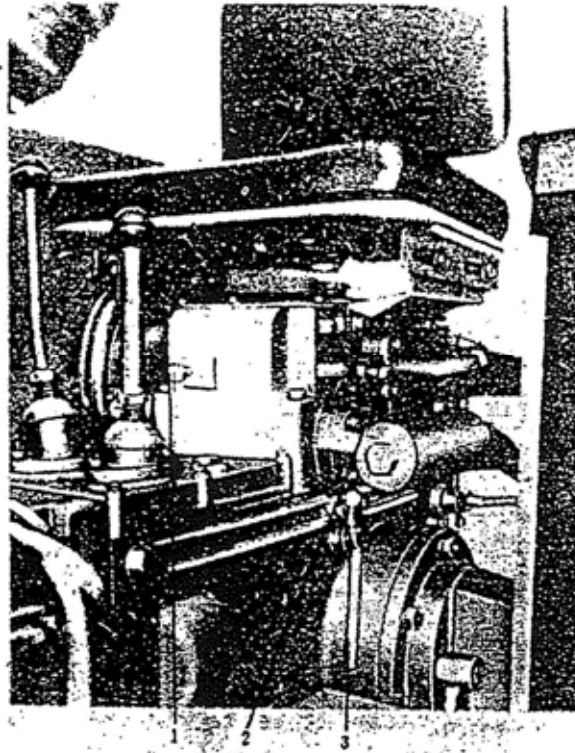

Рис. 2-7
23) Клапан отключения 2 (рис. 2-7).
24) Рычаг управления ВОМ 3 (рис. 2-7).
25) Клапан контроля скорости понижения орудия 1 (рис. 2-7).